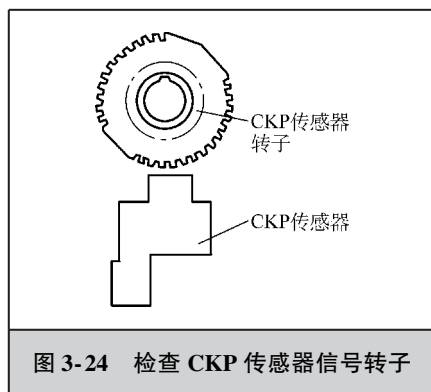

图 3-24 检查 CKP 传感器信号转子
2) 如图 3-24 所示，检查 CKP 传感器信号转子是否损坏。